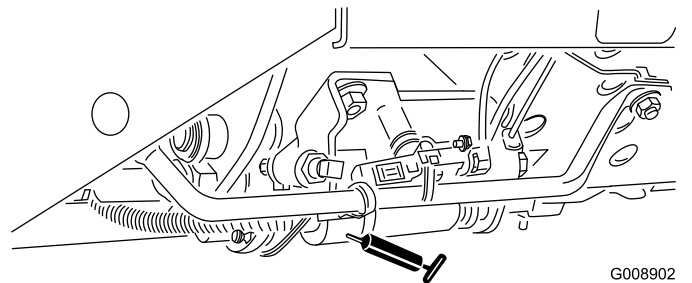

Figure 39
- Sélecteur de tonte/transport (Figure 39)